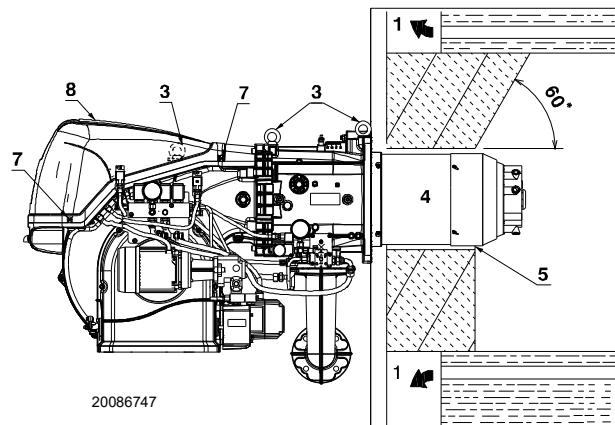

Abb. 15
Für Heizkessel mit vorderem Abgasumlaufsystem 1)(Abb. 15) oder mit Flammenumkehrkammer muss eine Schutzschicht aus feuerfestem Material 5) zwischen feuerfestem Material des Kessels 2) und Flammrohr 4) vorgesehen werden.
Für Heizkessel mit wassergekühlter Frontseite ist die Verkleidung mit feuerfestem Material 2)-5)(Abb. 15) nicht notwendig, sofern nicht ausdrücklich vom Kesselhersteller gefordert.
Durch Einhaken an den Ringen 3)(Abb. 15) ein angemessenes Hebesystem vorbereiten, nachdem die Befestigungsschrauben 7) der Verkleidung 8) entfernt wurden.
- Den beige-packten Hitzeschutz am Flammrohr 4)(Abb. 15) einpassen.